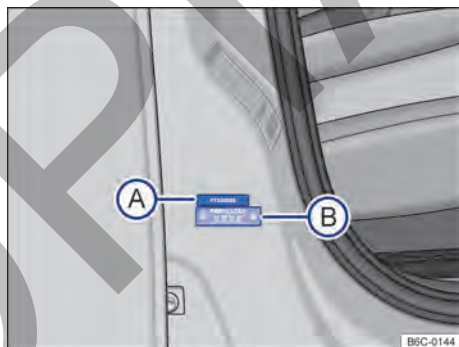

Fig. 168 En la columna de la puerta delantera derecha: etiqueta con el número de bastidor parcial (A) y la etiqueta del año de fabricación (B).
Las etiquetas con el número de bastidor parcial están ubicadas en la columna de la puerta delantera derecha → fig. 168 (A) y en la columna de la suspensión izquierda. Estas etiquetas son destruidas al ser eliminadas. Para llegar al número de bastidor parcial en la columna de la suspensión izquierda, abrir la tapa del compartimiento del motor  → pág. 187.
La etiqueta con el número de identificación del año de fabricación está ubicada en la columna de la puerta delantera derecha \rightarrow fig. 168 \textcircled{B} . Esta etiqueta se destruye al ser eliminada.